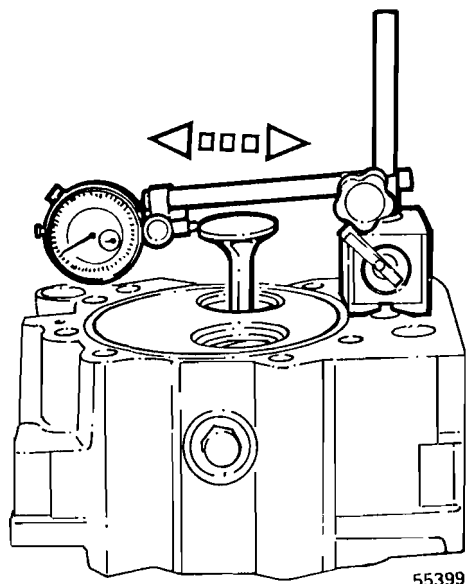

Fig. 67
- 3 Montar un comprobador con pie magnético de forma que su punta descansa sobre el borde de la válvula, véase fig. 67.
- 4 Desplazar la válvula lateralmente, según la fig. 67 y leer el valor.